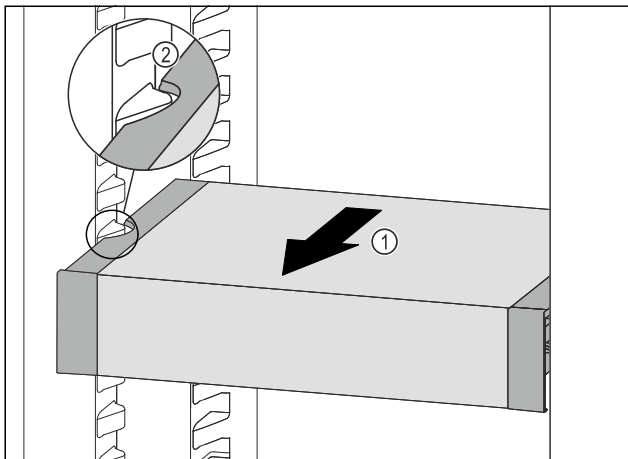

Fig. 97
- ▶ Вытягивайте VarioSafe вперед Fig. 97 (1), пока боковые выемки VarioSafe не окажутся на высоте выступа резервуара в холодильном отделении. Fig. 97 (2)